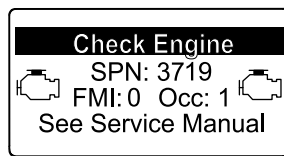

Figure 54
- Avertissement moteur SPN 3719, FMI : 0 (Figure 54)